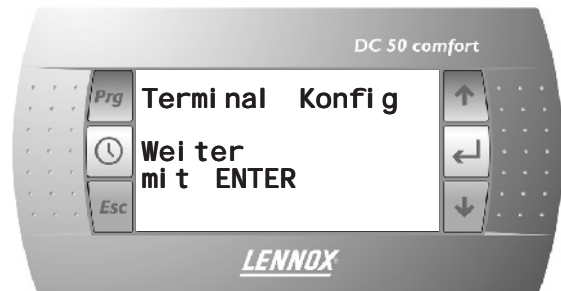

Abb. 31
- Durch erneutes Drücken von 8 wird der in **Abb. 31** gezeigte Bildschirm angezeigt.